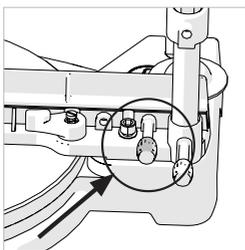

Abb. 5
- Den Feststellknopf lösen. **(Abb. 5)**